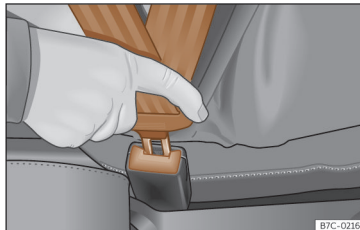

Abb. 19 Schlosszunge des Sicherheitsgurts in das Gurtschloss einstecken.
- Die Schlosszunge in das zugehörige Schlossteil stecken»» **Abb. 19**.